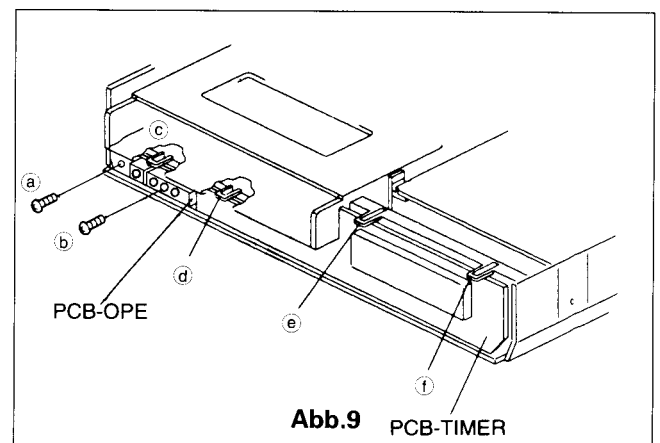

Abb.9
- C. Lösen Sie die vier Klammern (c) ~ (f) und entfernen Sie die Timerplatinen und die Ope-platinen wie in Abb.9.